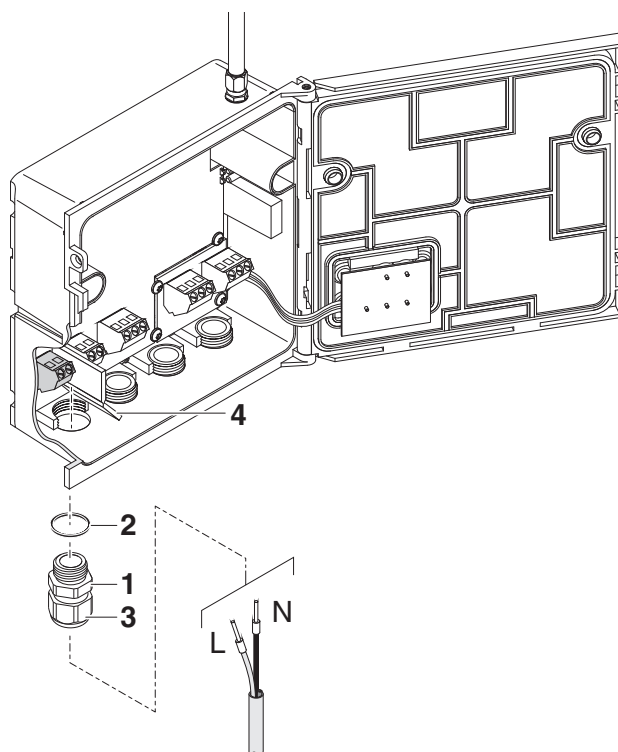

Fig. 3-8 Inserimento della linea di alimentazione.
- 6 Avvitare il pressacavo (pos. 1, nella Fig. 3-8) con la guarnizione di tenuta (pos. 2) nell'involucro sotto il collegamento dell'alimentazione.
- 7 Allentare l'anello di accoppiamento (pos. 3).
- 8 Fare passare il cavo di alimentazione nell'involucro attraverso il pressacavo. Durante questa procedura piegare il divisorio flessibile (pos. 4) verso destra.